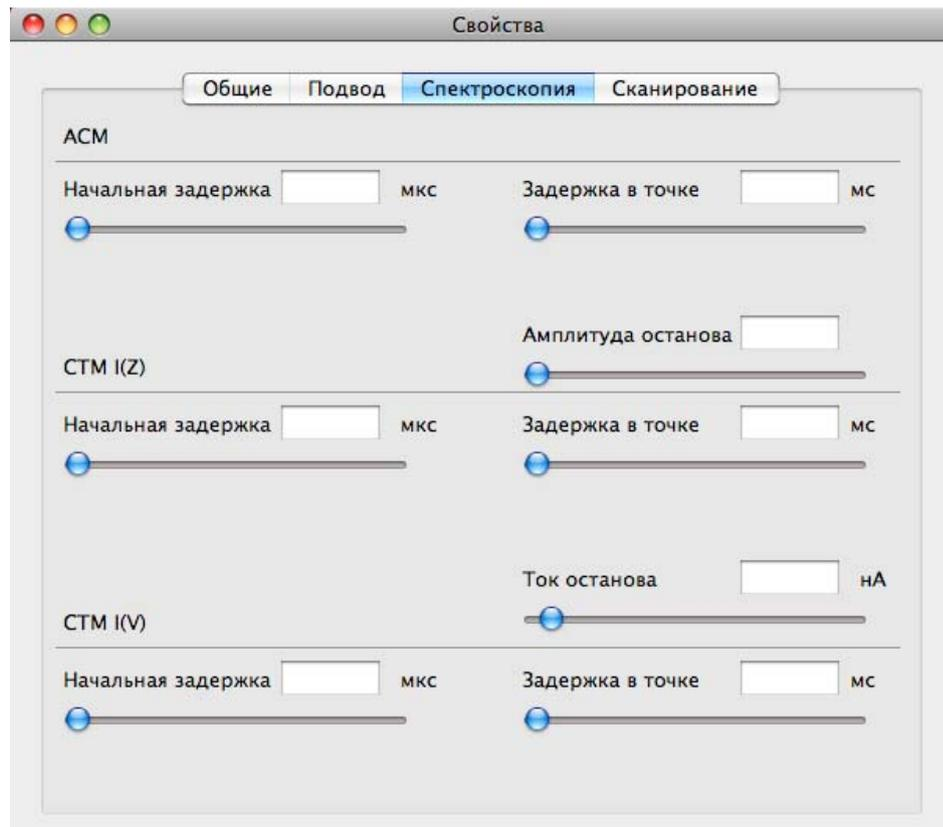

Рис. 4-20. Окно **Свойства** вкладки **Спектроскопия**
2. В окне **Настройки** выбрать вкладку **Спектроскопия** (Рис. 4-20).